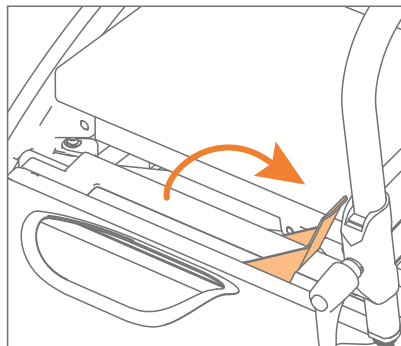

Figure 56: Déverrouiller le paquet du kit fauteuil roulant.
- a. Tirez vers le haut la poignée rouge sans forcer. De cette façon, les boulons de verrouillage sont bloqués et le kit fauteuil roulant est déverrouillé (**Figure 56**).